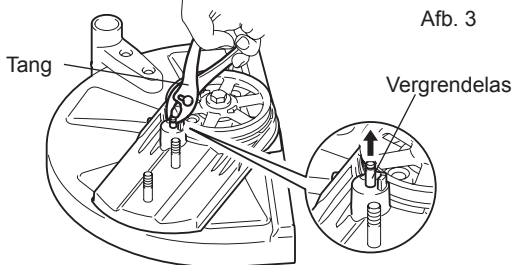

Afb. 1
- (1) Draai de bevestigingsmoeren los en draai de spanschroef linksom tot het uiteinde van de spanschroef zichtbaar is (zie afb. 1).
- (2) Verwijder de bevestigingsmoeren en verwijder daarna het aandrijfriemdekseel (zie afb. 1).